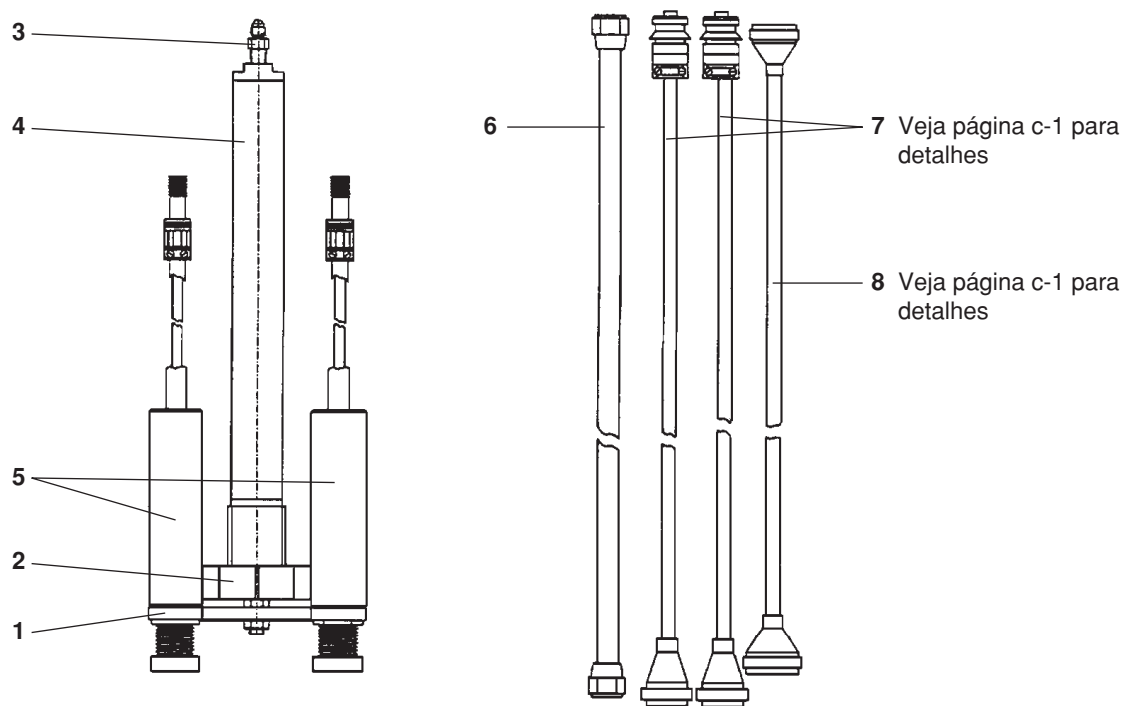

Figura c-2 Conjunto de montagem da tocha e Sistema IHS com os cabos para o conjunto IHS
* Item não é mostrado na Figura c-2.